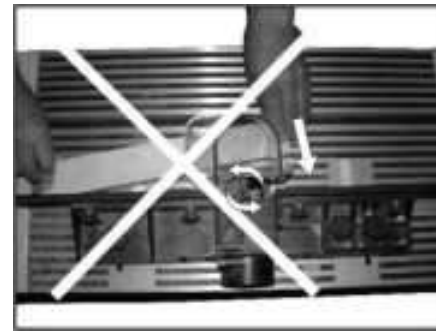

Рис.9
**Внимание! Опасность отдачи!** Недопустимо начинать фрезерование с опоры заготовки в подающую часть направляющей (Рис.9).